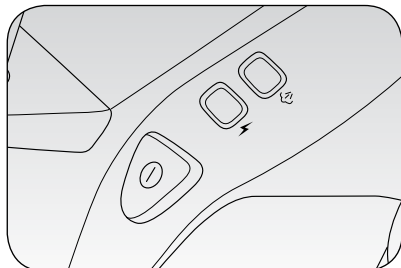

Fig. 3
Den Stecker in die Steckdose stecken und die Maschine durch Betätigen des Schalters (H) einschalten (Abb. 3). Die Kontrolllampe ON/OFF (G) und die Kontrolllampe Dampfbereitschaft (F) leuchten auf. Nach wenigen Minuten zeigt das Erlöschen der Kontrolllampe Dampfbereitschaft (F) an, dass der Boiler nun unter Druck steht und das Gerät für die Abgabe von Dampf bereit ist.